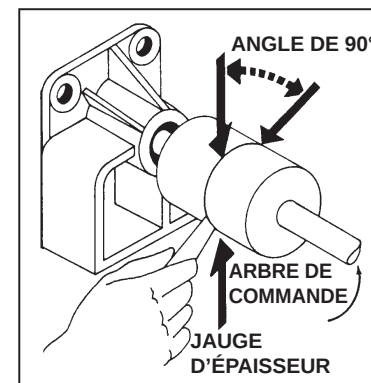

FIGURE 6
8. Pour éviter un désalignement angulaire, insérez un instrument de mesure (une jauge d'épaisseur ou jauge conique) entre les faces de couplage à quatre endroits, à angle droit l'un de l'autre. (Voir les flèches de la figure 6) Mesurez l'écart à chaque endroit. Pour un alignement adéquat, les quatre mesures doivent être identiques. Il peut être nécessaire de disposer de nouvelles cales pour obtenir un alignement adéquat.